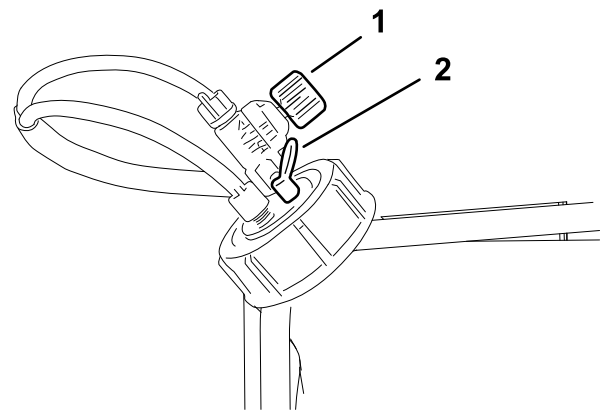

図 11
泡密度調節バルブ 泡生成液の濃度を調節します。バルブを操作することにより、ノズルに送り出される石鹼液の量を調整することができます。量を多くすると泡が大きくなり、同じ時間内により多くの泡が落ちるようになります。量を少なくすると泡が小さくなり、落ちる泡の数も少なくなります 図 11。
圧力解放バルブ タンクのキャップについている赤いタブを外側に引っ張るとタンク内の圧力が解放されます 図 11。
5. とりあえずの設定として、泡密度調節バルブを1/8 1/4回転、開ける 図 11。